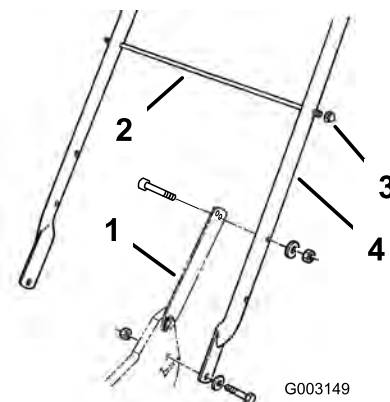

Figure 3
1. Montez le guidon à l'extérieur du carter de tondeuse (en vous servant du trou inférieur) avec 2 boulons (5/16 x 1-1/4 pouces), rondelles et contre-écrous minces (5/16 pouce) (Figure 3).
2. Fixez les pattes de verrouillage au guidon avec 2 boulons (5/16 x 1-1/2 pouces), rondelles et contre-écrous (5/16 pouce) (Figure 3).
serrez un contre-écrou borgne à chaque extrémité (Figure 3).